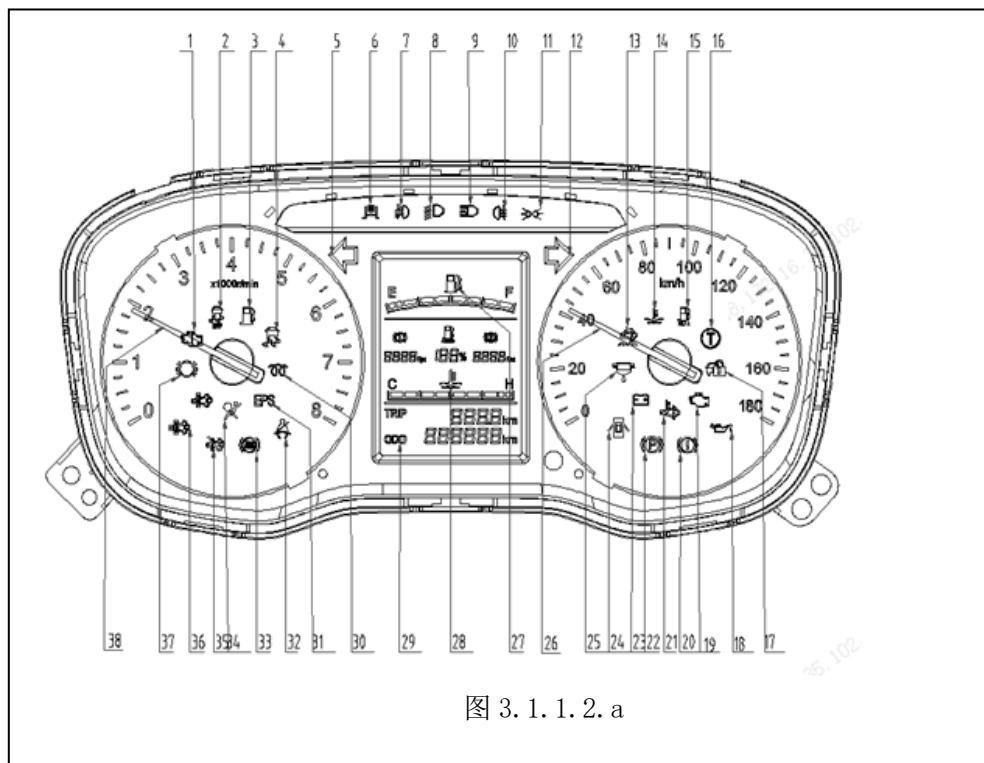

图 3.1.1.2. a
- ⑤ 中央通风口总成（左）
- ⑥ MP5
- ⑦ 中央通风口总成（右）
- ⑧ 侧除霜风口（右）
- ⑨ 组合开关
- ⑩ 手机支架
- ⑪ 转向节护罩
- ⑫ 应急开关
- ⑬ 工具箱
- ⑭ 侧出风口总成（右）
a. 组合仪表（柴油见图 3.1.1.2a）